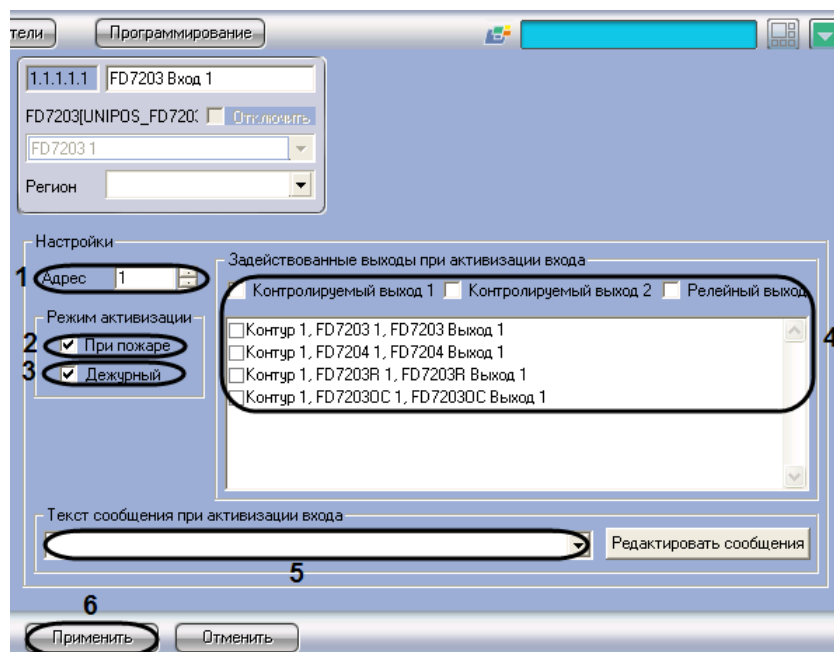

Рис. 3.6-3 Настройка входа адресного модуля FD7203
1. Перейти на панель настройки объекта **FD7203 Вход** (Рис. 3.6-3).
2. В поле **Адрес** ввести с помощью кнопок **вверх-вниз** адрес входа модуля *FD7203* (от 1 до 3) (см. Рис. 3.6-3, 1).
3. В случае, если при активации входа требуется задействовать выходы в режиме **Пожар**, установить флажок **При пожаре** в группе **Режим активации** (см. Рис. 3.6-3, 2).
4. В случае, если при активации входа требуется задействовать выходы в дежурном режиме, установить флажок **Дежурный** в группе **Режим активации** (см. Рис. 3.6-3, 3).
5. В группе **Задействованные выходы при активации входа** установить флажки для тех выходов, которые требуется задействовать при активации входа (см. Рис. 3.6-3, 4).
6. Из раскрывающегося списка **Текст сообщения при активации входа** выбрать сообщение, которое будет выводиться при активации входа (см. Рис. 3.6-3, 5).
7. Для сохранения настроек во внутренней базе данных ПК *ACFA Intellect* нажать кнопку **Применить** (см. Рис. 3.6-3, 6).